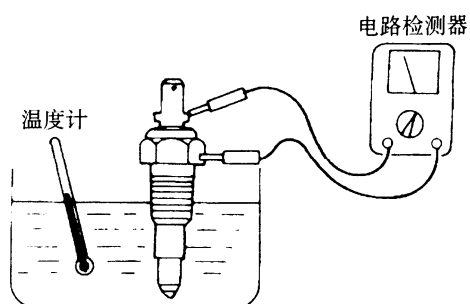

图 20-36
- (1) 放掉冷却水。
- (2) 取下水温表传感器。
- (3) 将水温传感器置于 70℃ 热水中，检查标准电阻值是否在指定范围内（见图 20-36）。